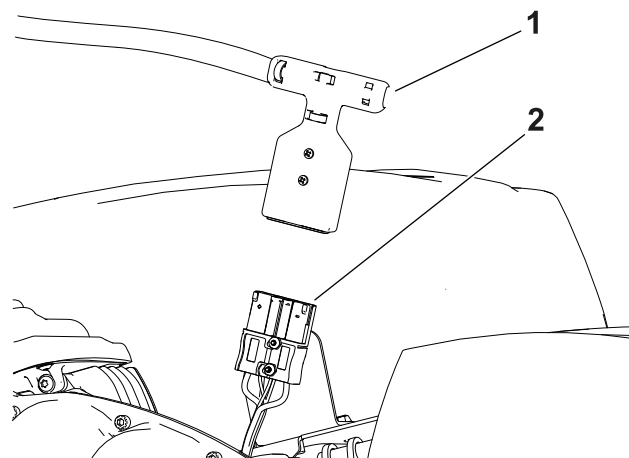

图 20
5. 将T形手柄接头拉出主电源接头从而断开电池的连接 图 20。